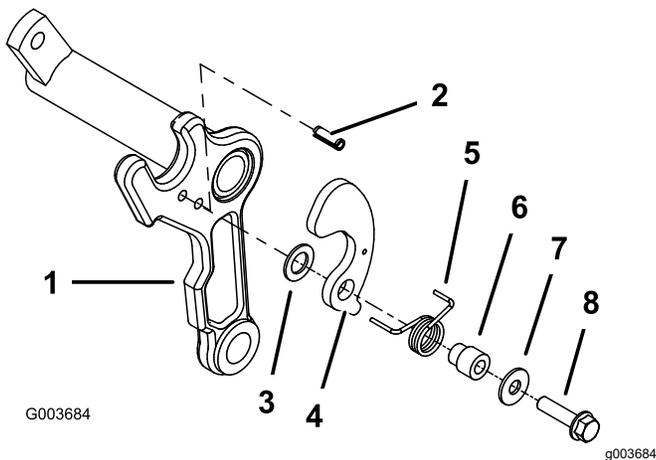

Bild 3
- Setzen Sie einen Rollstift in das untere Loch an der entsprechenden Seite des Trägerrahmens jeder Schneideinheit ein (Bild 3).
eine Drehfeder, eine Fangkorblippe, eine Flachscheibe (11/32" x 7/8") und eine Schraube (5/16" x 1-1/4") (Bild 3).